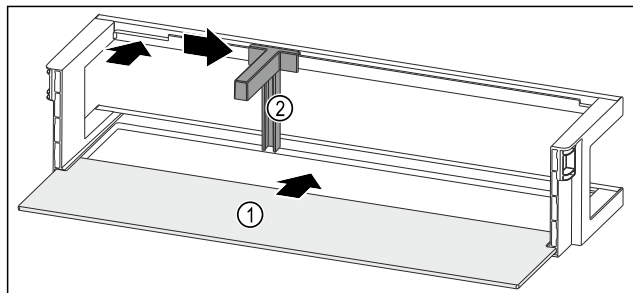

Fig. 202 Balconnet de contre-porte avec tablette de rangement
- Insérer la tablette de rangement Fig. 202 (1) dans les évidements latéraux.
- Insérer le range-bouteilles Fig. 202 (2) dans l'évidement.
- Pousser le range-bouteilles Fig. 202 (2) sur le côté en position souhaitée.